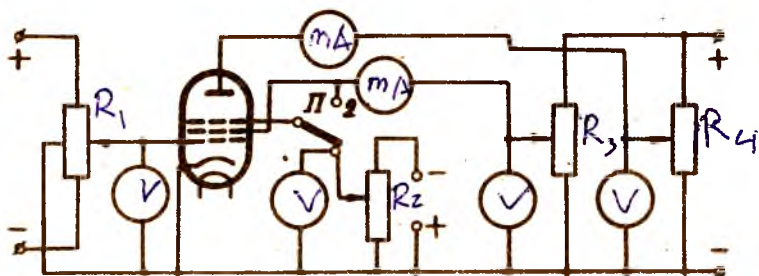

Рис. 3
С помощью схемы на рис.3 можно снять анодные ( $I_a = f(U_a)$ ) анодно-сеточные  $I_a = f(U_{c1})$ , экранно-анодные  $I_{c2} = f(U_a)$  и экранно-сеточные  $I_{c2} = f(U_{c1})$  характеристики пентода, а также исследовать управление анодным током по третьей сетке. Кроме того, при небольшом изменении этой схемы ( см.ниже ,разд.4) можно изучить работу пентода в тетродном режиме. Регулирование потенциалов всех электродов пентода осуществляется соответствующими потенциометрами.
3. Снять семейства анодно-сеточных  $I_a = f(U_{c1})$  и экранно-сеточных  $I_{c2} = f(U_{c1})$  характеристик пентода при номинальных значениях  $U_{aном}$  и  $U_{c2ном}$ , а также при  $U_a < U_{aном}$  и  $U_{c2} < U_{c2ном}$  (рис. 3).